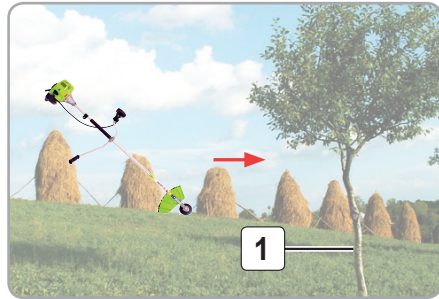

Fig.11
- Înainte să începeți să cosiți fixați-vă un punct de reper (1) orientativ către care urmează să vă deplasați. Cosirea se poate face prin orientarea mânerelor consecutiv către dreapta sau stânga în funcție de modul propriu de cosit. Fig. 11